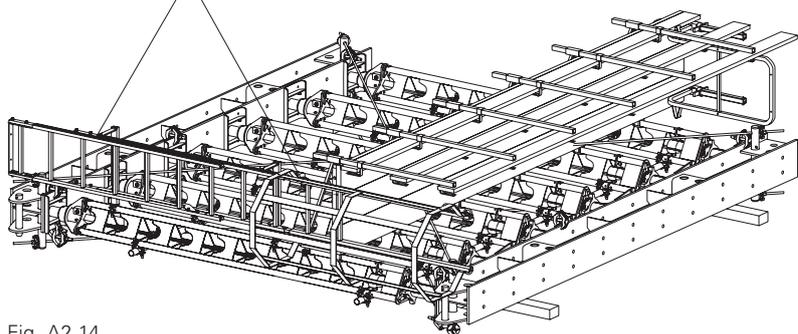

Fig. A2.14
5. Fixer la crinoline de sécurité sur l'échelle à l'aide de platines de serrage. (Fig. A2.14 + A2.14.1)